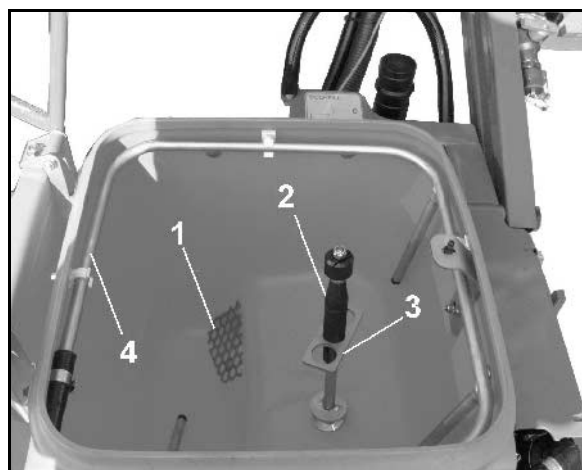

Fig. 54
A água sai do bico de lavagem de bidões (Fig. 54/2) quando
- a placa de pressão (Fig. 54/3) é pressionada para baixo.